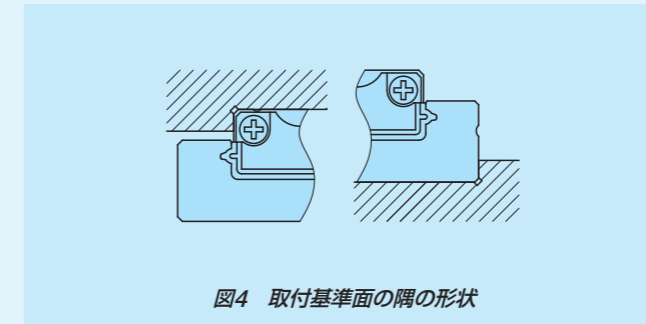

図4 取付基準面の隅の形状
相手側の取付基準面の隅の形状は、図4のように逃げ部を設けることを推奨します。相手側の取付基準面の肩の高さと隅の丸みの推奨値を表13に示します。
注(1) 大きさ25、30の系列は、図4に示す逃げ部を設けてください。